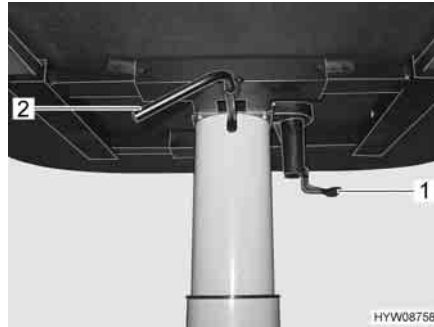

Fig. 87 Regolazione del tavolo rialzabile
- Tirare verso il basso la leva di serraggio (Fig. 87,1).
- Ruotare la leva (Fig. 87,2) che si trova sotto il piano del tavolo verso il basso. Il meccanismo di sollevamento nel piede del tavolo viene sbloccato.
- Ruotare la leva (Fig. 87,2) che si trova sotto il piano del tavolo verso il basso. Il piano del tavolo va automaticamente verso l'alto fino al fine corsa.